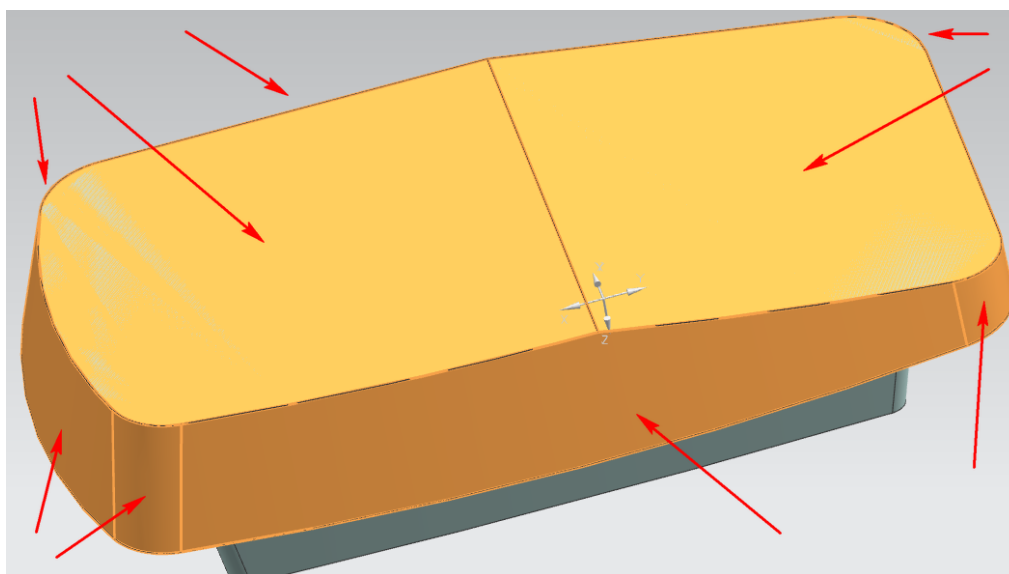

Рис. 2.22. Грани основания детали
- создайте новую операцию **CAVITY_MILL** для черновой обработки основания детали (см. рис. 2.22);